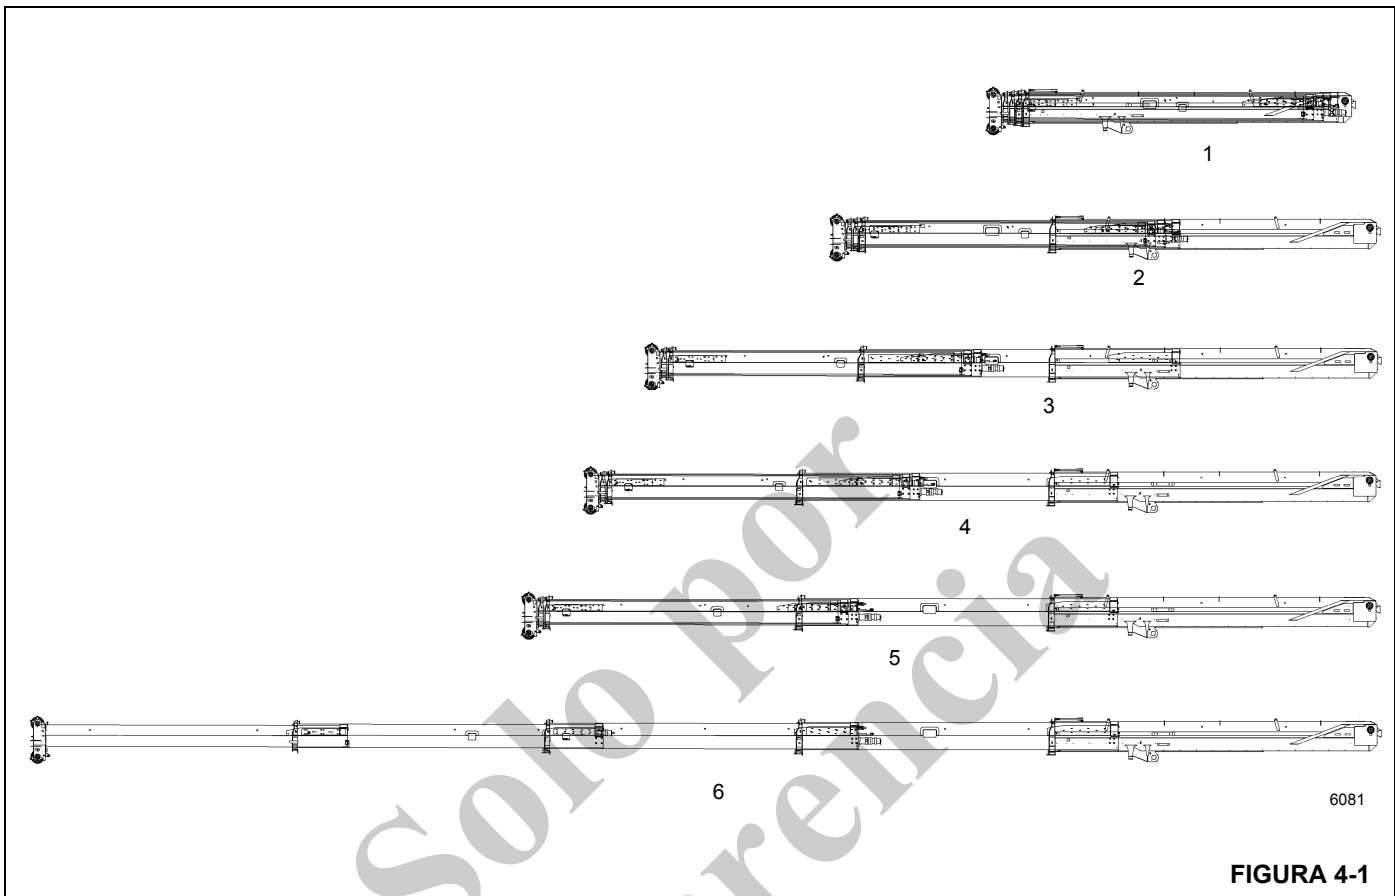

FIGURA 4-1
El artículo (1) de la Figura 4-1 muestra la pluma completamente retraída. A continuación se describe el proceso de extensión:
- La sección central interior (2) sola se extiende a 75% de su largo máximo, las demás secciones permanecen retraídas.
- La sección central (3) sola se extiende a 75% de su largo máximo, la sección central interior permanece a 75% de su largo máximo y las secciones central exterior y de extremo permanecen retraídas.
- La sección central interior (4) sola se extiende a su largo máximo, la sección central permanece a 75% de su largo máximo y las secciones central exterior y de extremo permanecen retraídas.
- La sección central (5) sola se extiende a su largo máximo, las secciones central exterior y de extremo permanecen retraídas.
- Las secciones central exterior y de extremo (6) se extienden simultáneamente y de modo sincronizado a su largo máximo.